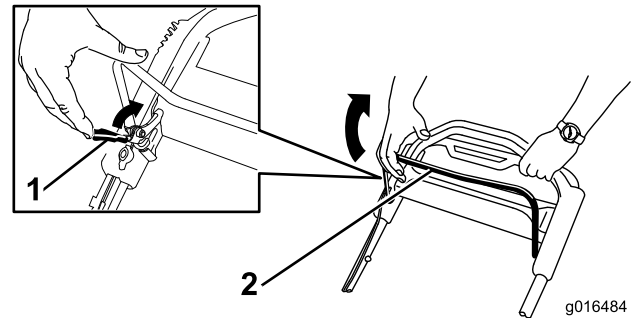

Figura 23
1. Puxe o bloqueio da barra de controlo da lâmina em direção à barra (Figura 23).
2. Puxe a barra de controlo **lentamente** para trás, em direção à pega (Figura 23).